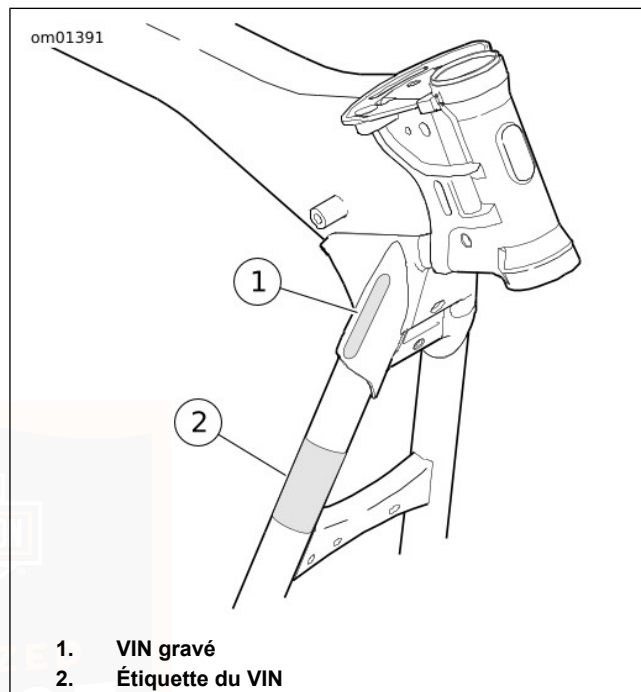

Figure 1. Emplacements du VIN
Voir Figure 1. Les 17 caractères du VIN (1) sont gravés sur le côté droit du cadre près de la colonne de direction. Dans certains marchés, une étiquette de VIN imprimée (2) est également apposée sur le tube descendant avant gauche.